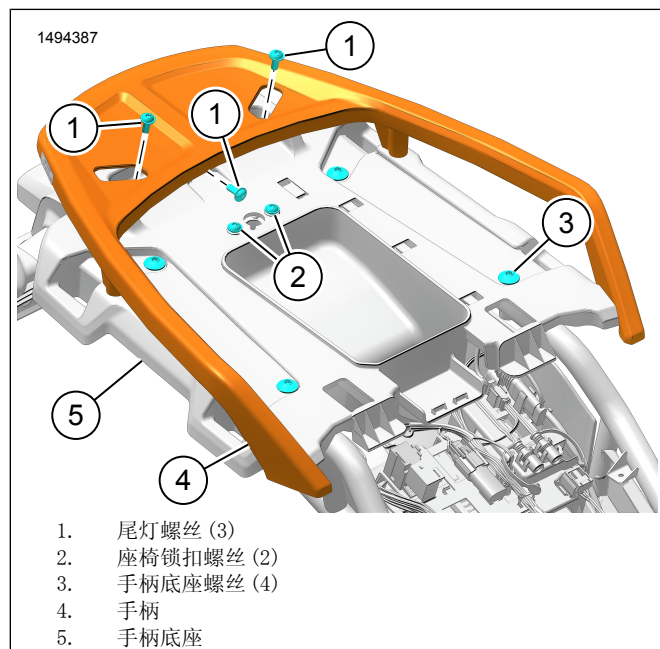

图3。抓手
1. 参见图3。拆下手柄底座螺丝(3)。
- b. 参见图3。拆下螺丝(1)。